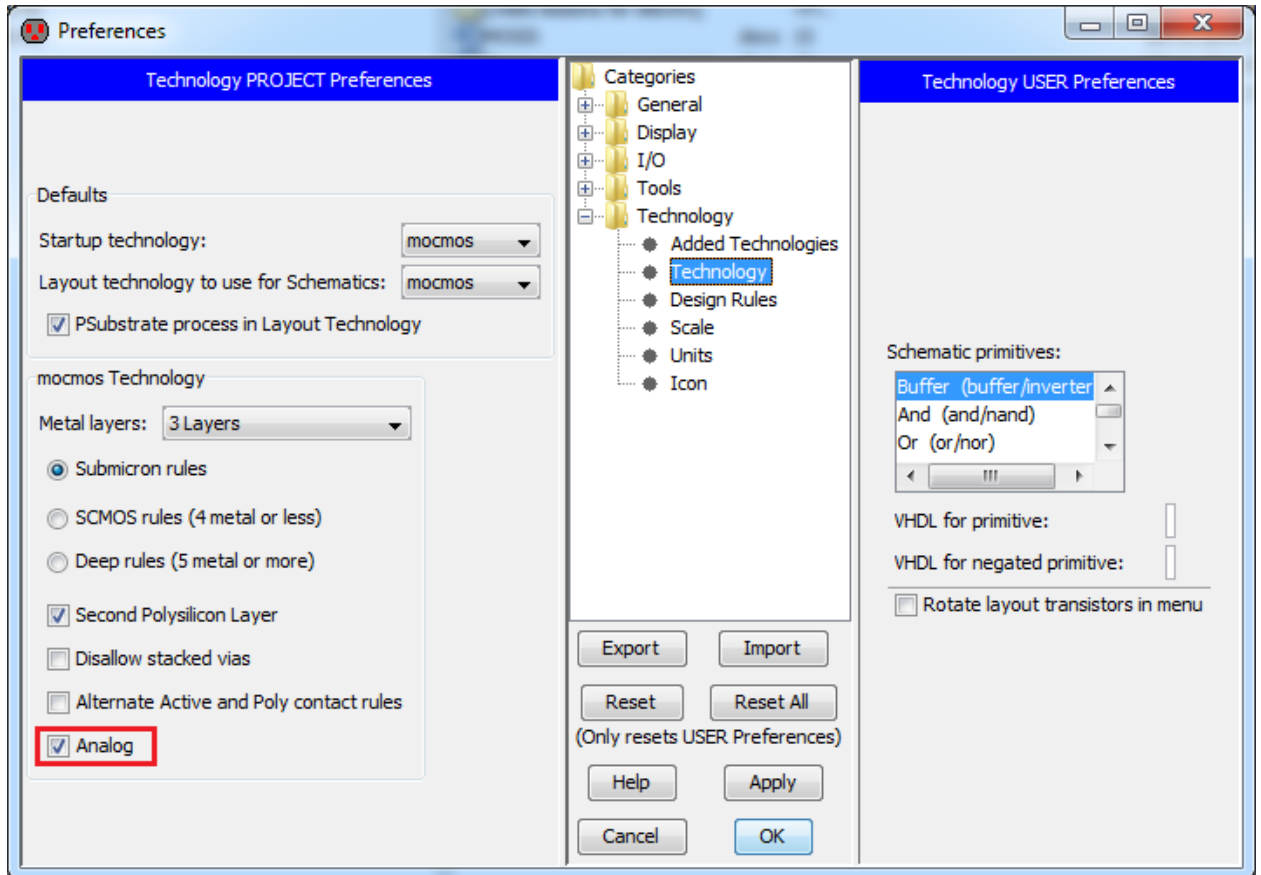

Рис. 1.2. Налаштування правил для технологічного процесу *C5*
*File* → *Preferences* (або просто натисніть на значок ключ/викрутка ), оберіть категорію *Technology* → *Technology*. У результаті Ви побачите відповідне вікно налаштувань (рис. 1.2).
*File* → *Preferences* → *Technology* → *Technology: Technology PROJECT Preferences: mosmos Technology* напроти слова *Analog* (див. рис. 1.2).